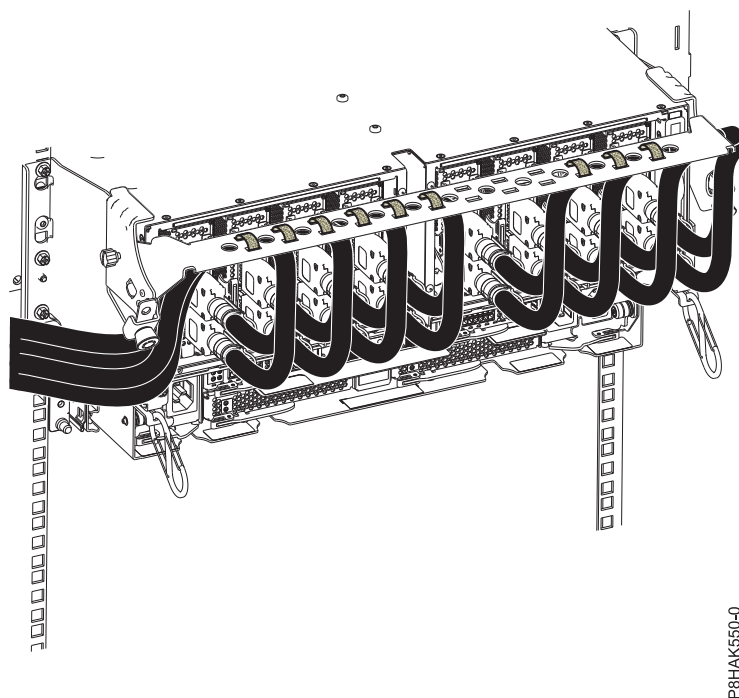

Figure 23. Acheminement des câbles vers le crochet de routage des câbles
5. Acheminez le CXP, les câbles du tiroir d'extension et les câbles d'entrée-sortie (E-S) vers le crochet de routage des câbles. Voir figure 23, à la page 23.
- f. À l'aide d'attaches velcro, acheminez le surplus de câble et le câble à fibre optique vers le crochet de routage des câbles, comme illustré dans la figure 23, à la page 23.